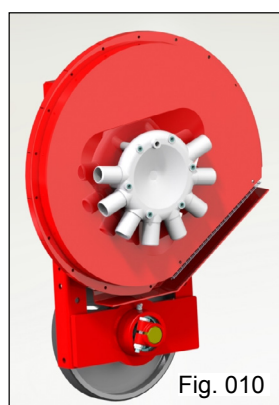
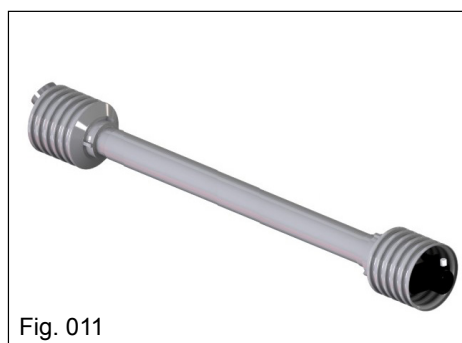

Fig. 010
Fig. 011
- Turbina (Fig.010) com sistema de acionamento mecânico por **Cardan** (Fig. 011) que permite o trabalho em até 80 graus, com giro livre evitando a parada brusca do sistema de rotação da TDP;